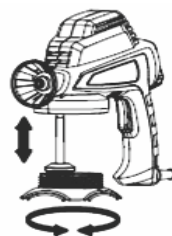

Рис.2
3. Присоедините емкость с жидкостью к пистолету (Рис.2).